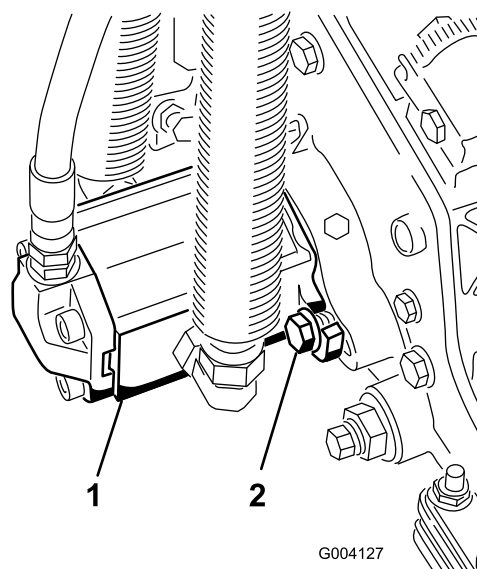

Figure 15
10. Montez le moteur en le tournant dans le sens horaire jusqu'à ce que les brides passent les vis (Figure 15). Tournez le moteur dans le sens antihoraire jusqu'à ce que les brides encerclent les vis, puis serrez les vis.